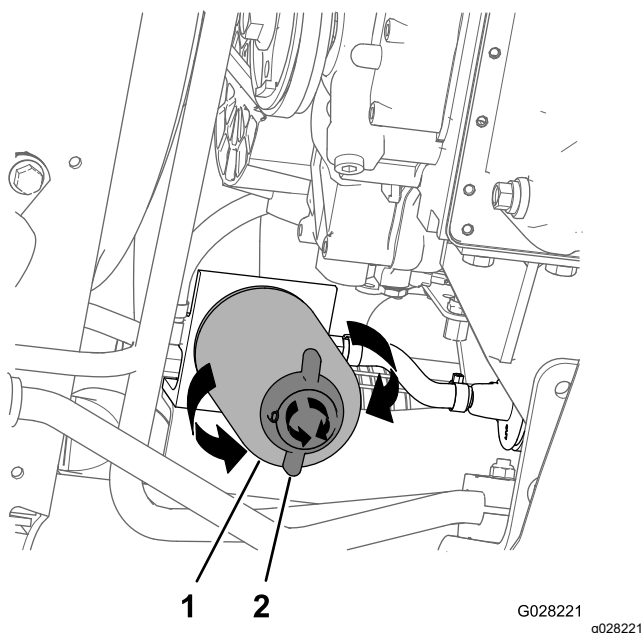

Figure 80
4. Placez un bac de vidange sous le filtre à carburant; voir Figure 80 sous Remplacement du filtre séparateur d'eau \(page 66\).
2. Placez un bac de vidange sous le filtre séparateur d'eau (Figure 80).
3. Tournez la vanne de vidange au bas du filtre séparateur d'eau dans le sens antihoraire (Figure 80).
4. Nettoyez la surface autour du filtre séparateur d'eau et du support de l'adaptateur (Figure 80).
5. Déposez le filtre séparateur d'eau (Figure 80).
9. Tournez fermement la vanne de vidange au bas du filtre séparateur d'eau dans le sens horaire (Figure 80).